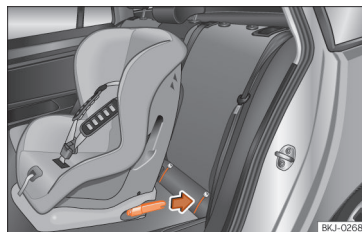

Fig. 39 Bancos traseiros: colocação da cadeira de criança com sistema ISOFIX.
- Insira a cadeira para crianças nas argolas de fixação ISOFIX ou i-Size até se ouvir o seu encaixe »» Fig. 39. Se a cadeira de criança dispuser de fixação Top Tether, encaixe-a no respetivo anel »» Página 62. Siga as instruções do fabricante da cadeira de criança.